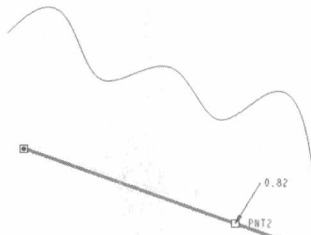

图 2-11 在直线上创建点
Step2: 如果所选择的曲线不正确, 需重新选择, 只需要在其他曲线上单击即可, 如在直线上创建点, 如图 2-11 所示。